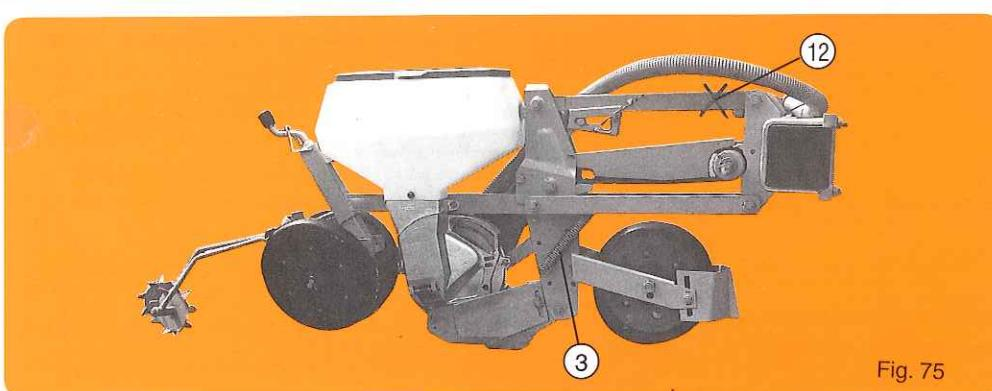

Fig. 75
- Soit avec roues inclinées avancées et sans roulette intermédiaire (fig. 75).Cet équipement est surtout recommandé lorsqu'en plus du semis principal de betterave, l'appareil doit être utilisé pour semis de maïs, tournesol, haricots ou colza... dans des conditions plus difficiles.
- Or with v press wheels in a forward position without intermediate press wheel (fig. 75).This last version is especially recommended when the main crop is sugarbeets, but when the unit is also to be used for corn, sunflowers, beans, rape seed (canola) or in rough conditions.